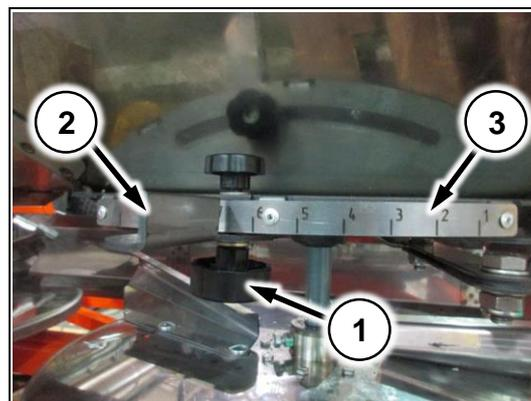

Рис. 160
Для изменения точки подачи удобрений на диск, ослабьте барашек (Рис. 160/1) и перемещайте заслонку (Рис. 160/2) в нужном направлении, контролируя положение по шкале (Рис. 160/3). После установки нужного положения, зафиксируйте барашек.
2. Последовательно и поочередно переставляйте настроечную заслонку (Рис. 160/2) в направлении от 9 к 1 шагами по одному делению
2. Последовательно и поочередно переставляйте настроечную заслонку (Рис. 160/2) в направлении от 1 к 9 шагами по одному делению